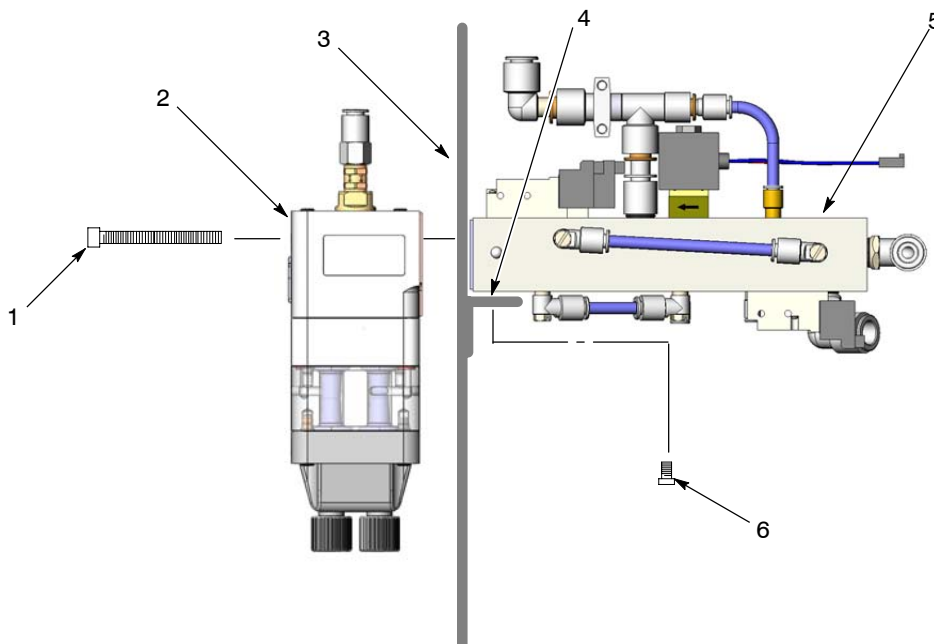

Abb. 2 Pumpe und Verteilerblock installieren
1. Siehe Abbildung 2. Sicherstellen, dass die Dichtungen an Pumpe (2) und Verteilerblock (5) nicht beschädigt sind. Wenn die Dichtungen beschädigt sind, ersetzen.
2. Den Verteilerblock auf die passende Montagehalterung (4) an der Wand der Pumpenkonsole (3) setzen. Den Verteilerblock mit den Befestigungsschrauben (6) befestigen, aber die Schrauben noch nicht anziehen.
3. Die Pumpe mit den Pumpenbefestigungsschrauben (1) an der Pumpenkonsole befestigen. Die Pumpenbefestigungsschrauben fest anziehen.